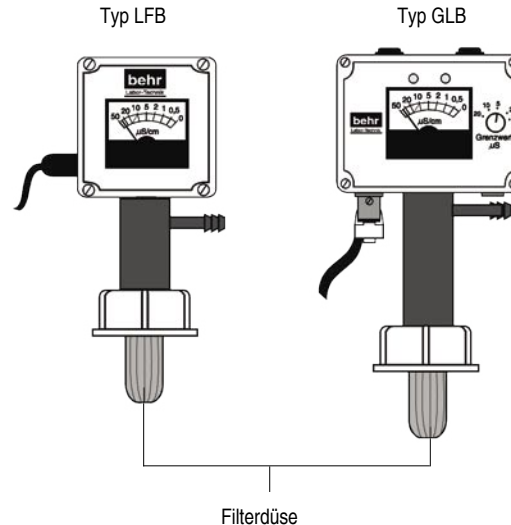
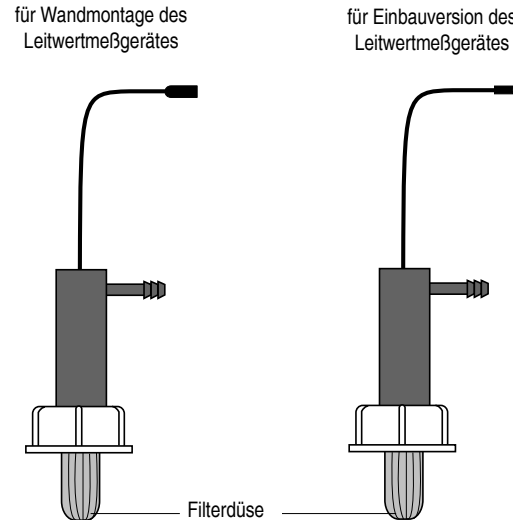

Bild 2: Leitwertmeßgerät mit eingebauter Meßelektrode
Bild 4. MeBelektrode
1. Leitwertmeßgerät mit fest eingebauter Meßelektrode (Bild 2) von Hand auf die Patrone schrauben.
5. MeBelektrode (Bild 4) von Hand auf Patrone schrauben.
1. Meßelektrode (Bild 4) von Hand auf die behropur® Patrone schrauben.
Nach längerer Betriebszeit kann sich die Filterdüse (Bild 2, Bild 4) der Meßelektrode zusetzen. Das vollentsalzte Wasser kann nicht abfließen, in der Patrone entsteht Überdruck.